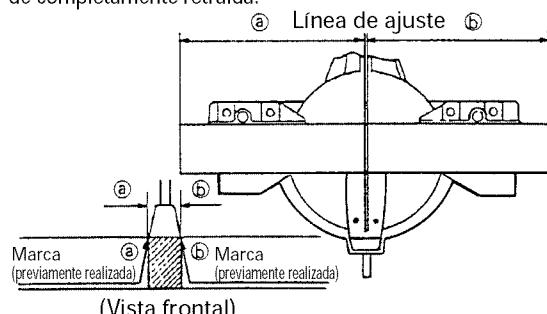

Fig. 21
- (1) Como se muestra en la Fig. 21, la anchura de la hoja de sierra es la de corte. Por lo tanto, deslice la pieza de trabajo hacia la derecha (vista desde la posición del operador) cuando deseé la longitud ⑤, o hacia la izquierda cuando deseé la longitud ⑥. (Sólo modelo C10FCH2)